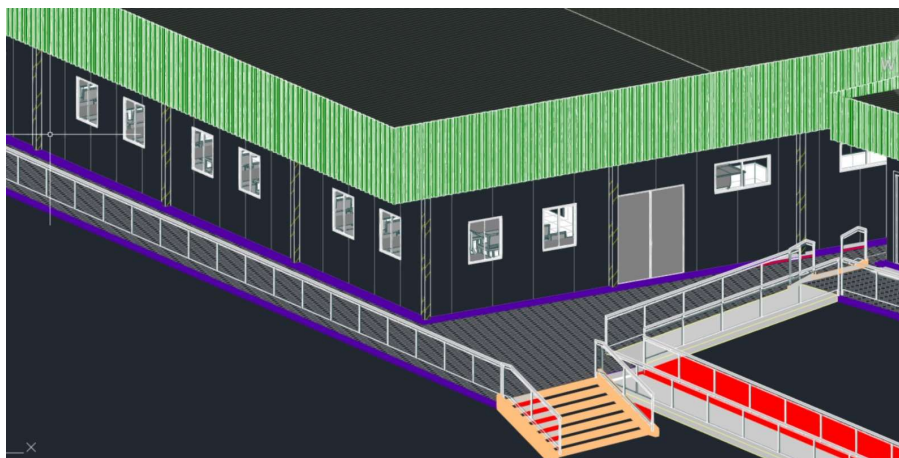

Figura 4 – Modificar os guarda corpos para somente em estrutura metálica sem vidro conforme o espaçamento entre barras da legislação do Corpo de Bombeiros.
10) Modificar os guarda corpos de estrutura metálica com vidro para somente em estrutura metálica (Figura 4).